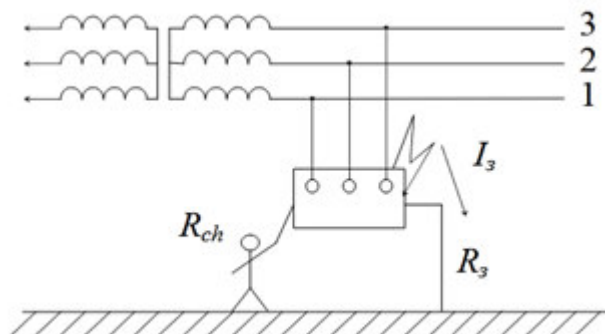

Рис. 1 - Схема включения человека в электрическую цепь ($U = 380/220$ В)
1. Рассчитать ток, проходящий через человека, стоящего на мокром полу в обуви с кожматовой подошвой и касающегося заземленного корпуса установки, находящейся в аварийном режиме (рис. 1). Установка питается трехфазным напряжением от сети с изолированной нейтралью. Сделать вывод относительно опасности такого прикосновения.